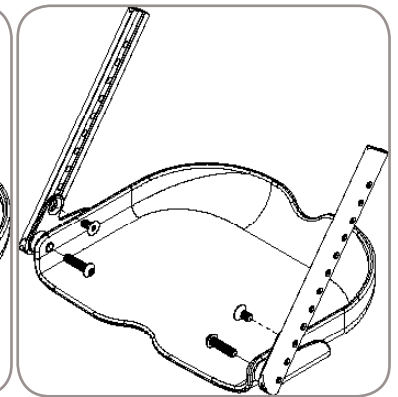

Figura 17
4. Vuelva a instalar los pernos en la posición más baja en las extensiones de la plantilla como se muestra en la figura 17.